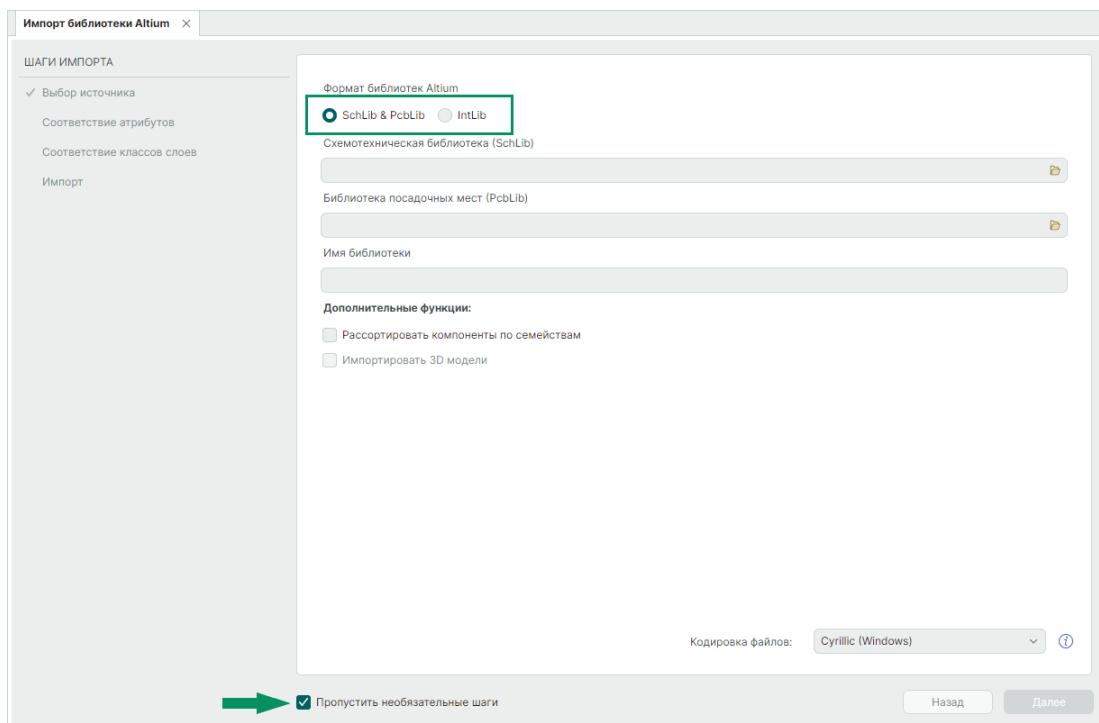

Рис. 7 Выбор формата импортируемой библиотеки
1. Для импорта библиотеки в окне «Импорт библиотеки Altium» выберите формат импортируемой библиотеки: схемотехническая библиотека и библиотека посадочных мест (*.SchLib & *.PcbLib) или интегрированная библиотека (*.IntLib), см. Рис. 7.